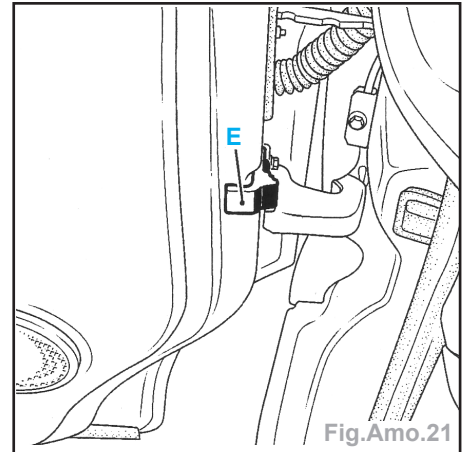

Fig.Amo.21
**Nota :** Le réglage d'avant en arrière de la porte s'effectue uniquement au niveau des vis (C) de fixation des charnières sur le pied avant. L'accès à ces vis nécessite la dépose de l'aile avant.
**Important :** • en fin d'opération, vérifier la présence de l'anti-échappement (E) (Fig. Amo.21).